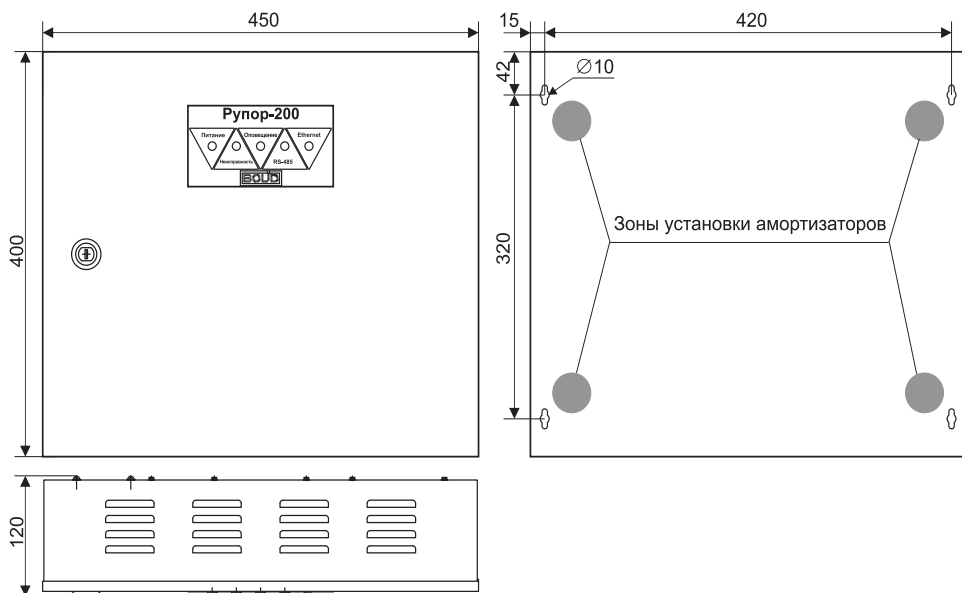

Рисунок 1. Габаритные и установочные размеры модуля
3.3 При необходимости установите амортизаторы RBS-41-BK из комплекта поставки в соответствии с разметкой на рис. 1.
3.4 Наметьте на стене места для четырех установочных отверстий в соответствии с габаритным чертежом (рис.1). Просверлите 4 отверстия.